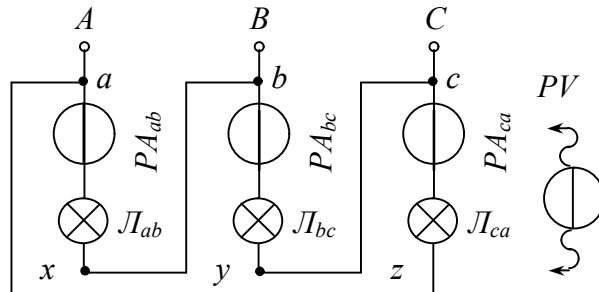

Рис. 17.9
2. Дослідити коло (рис. 17.9) при симетричному навантаженні ($SB 1$ і $SB 2$ замкнені). Результати вимірювань записати в табл. 16.2.